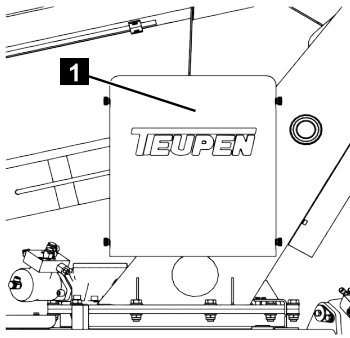

Fig. 189
1. Démontez le capot (Fig.189/1).